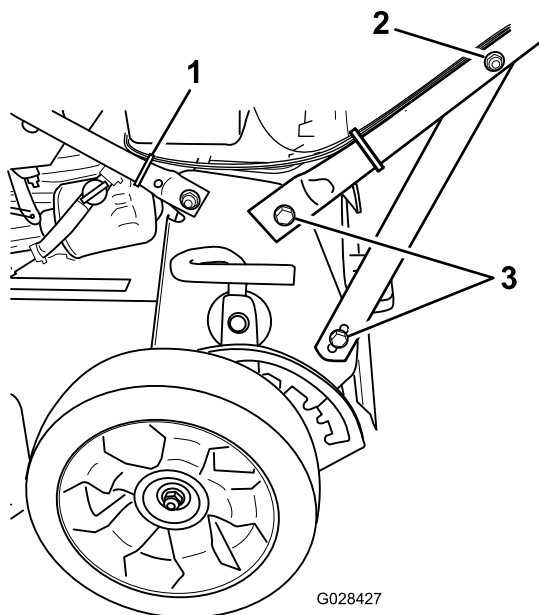

Figure 4
4. Serrez les fixations qui soutiennent le guidon des deux côtés de la machine, comme montré à la Figure 4.
2. Écrou sur support de guidon (2)
3. Boulon (4)
5. Avec un serre-câble, attachez les câbles à la partie inférieure du guidon, à l'emplacement indiqué à la Figure 4.